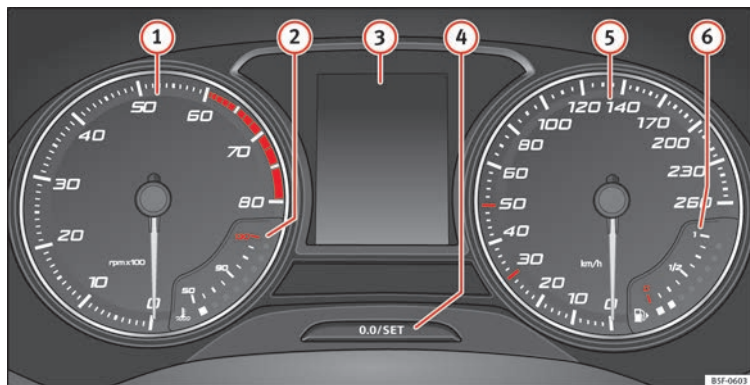

Fig. 115 Combiné d'instruments à l'avant.
Explications concernant les cadrans » fig. 115 :
Le compte-tours indique le nombre de tours du moteur par minute » **fig. 115** ①.
① ATTENTION
L'aiguille du compte-tours ① » **fig. 115** ne doit rester que peu de temps dans la zone rouge : risque d'endommagement du moteur.
Lors de la mise du contact d'allumage, l'écran du combiné d'instruments » **fig. 115** ③ affiche diverses informations en fonction de l'équipement du véhicule :
- Appuyez brièvement sur le bouton **» fig. 115 ④** pour remettre le compteur kilométrique journalier à 0.
- Maintenez enfoncé le bouton **④** pendant environ 3 secondes pour afficher la valeur précédente.
- Pour régler l'heure, maintenez enfoncé le bouton **» fig. 115 ④** pendant plus de 3 secondes afin de sélectionner l'indicateur des heures ou des minutes.
- Pour poursuivre le réglage, appuyez sur la partie supérieure ou inférieure du bouton **④**. Pour que les nombres défilent rapidement, maintenez la touche appuyée.
- Appuyez de nouveau sur le bouton **④** pour mettre fin au réglage de l'heure.
Durant la conduite, l'écran du combiné d'instruments affiche le rapport recommandé pour économiser du carburant **» fig. 115 ④ page 33**.
Si vous dépassez la vitesse réglée, un avertissement s'affichera sur l'écran du combiné d'instruments. Celui-ci peut être utile si vous utilisez des pneus d'hiver non conçus pour la vitesse maximale du véhicule **» fig. 115 ④ page 37**.
Maintenez enfoncé le bouton **» fig. 115 ④** pendant plus de 15 secondes pour afficher **»**